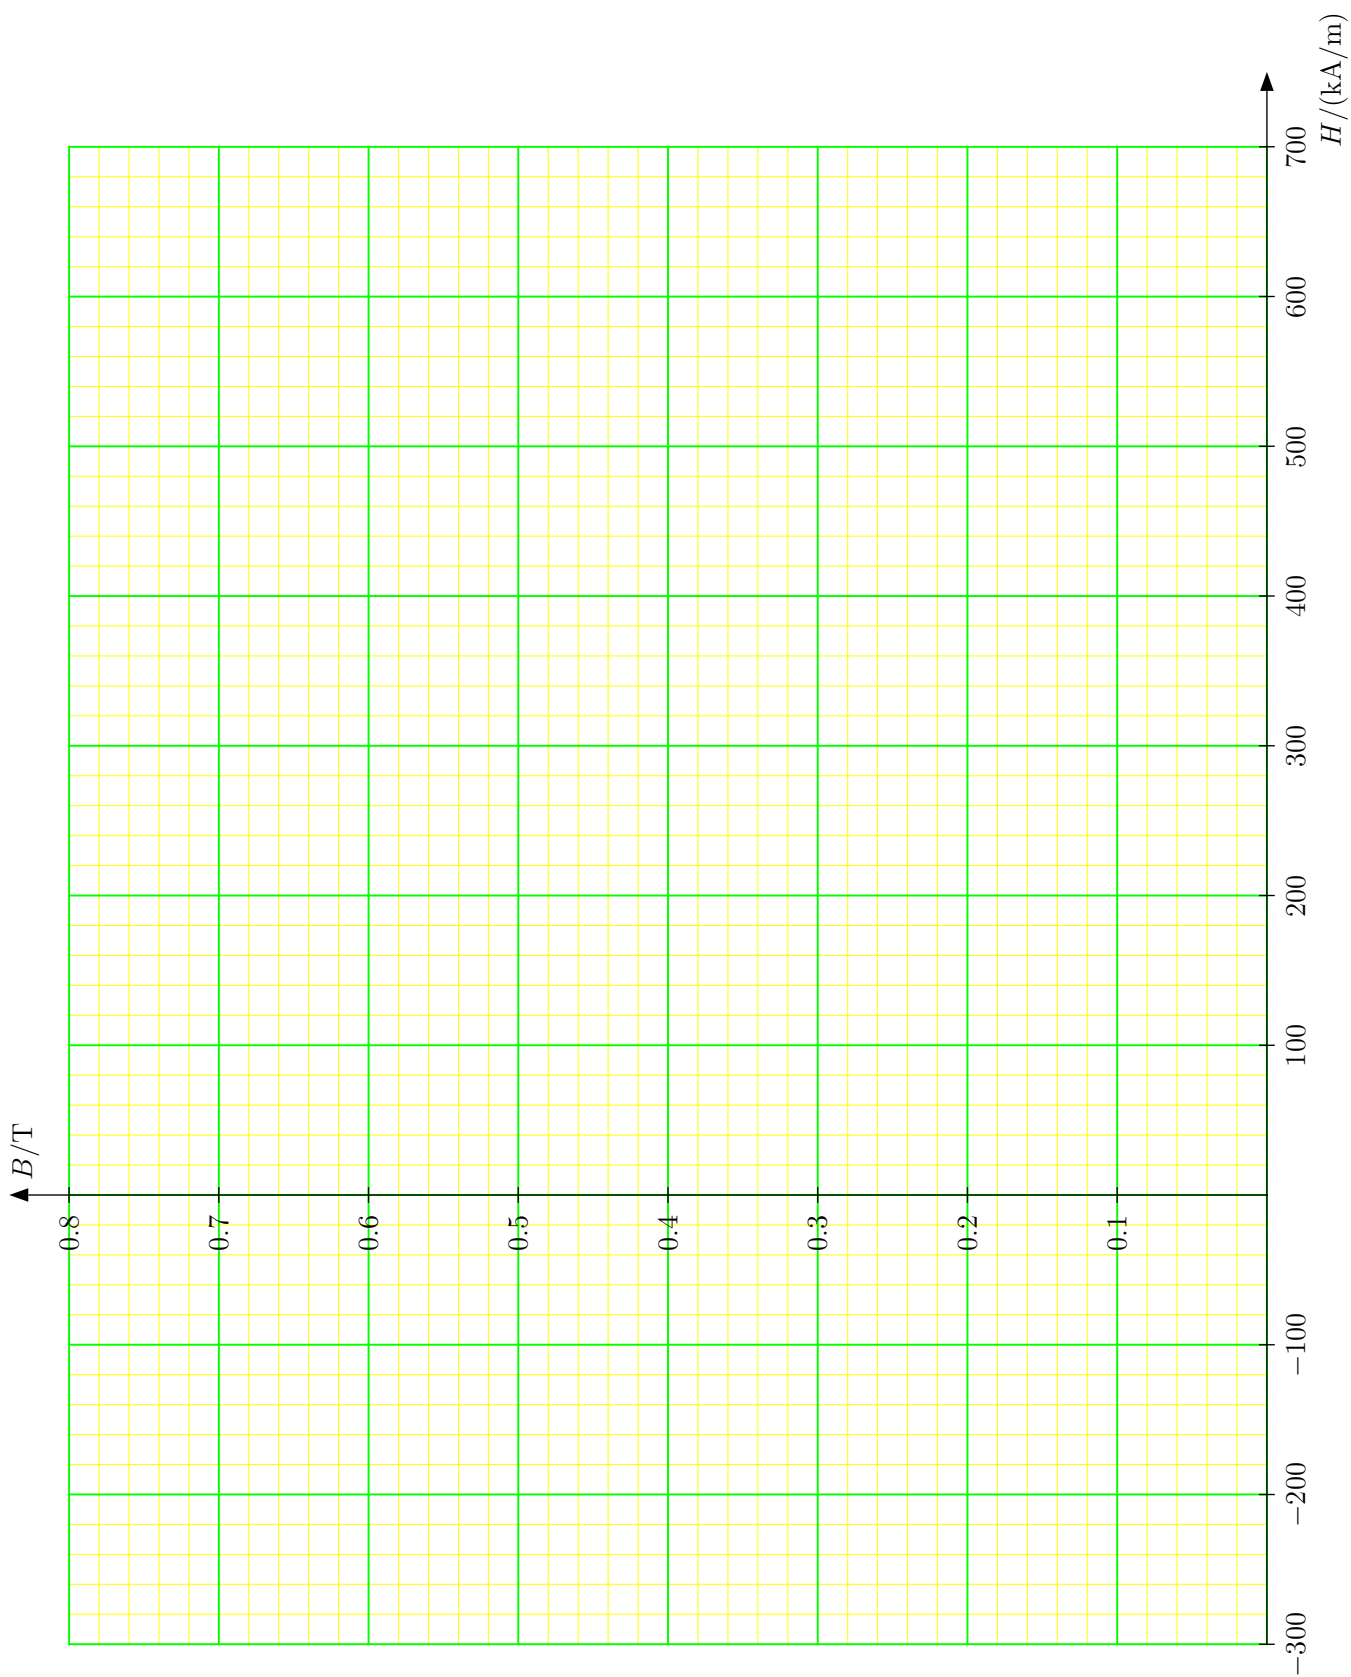

Abb.1 Arbeitspunkte und -geraden im Magneten und Luftspalt.
2. Tragen Sie die Ergebnisse der Überschlagsrechnung für den Arbeitspunkt (H_{M0} , B_{M0}), die Kennlinie und die Arbeitsgerade des Magneten sowie den Arbeitspunkt (H_{L0} , B_{L0}) für den Luftspalt im $B(H)$ -Diagramm (Abb. 1) ein!
5. Tragen Sie auch diese Arbeitspunkte für beide Varianten in die Tab. 4 und ins $B(H)$ -Diagramm (Abb. 1) ein.
8. Tragen Sie die Ergebnisse der numerischen Feldberechnung für die Arbeitspunkte für Magnet und Luftspalt für alle 3 Fälle (stromlos, feldverstärkend, feldschwächend) in das $B(H)$ -Diagramm (Abb. 1) ein!